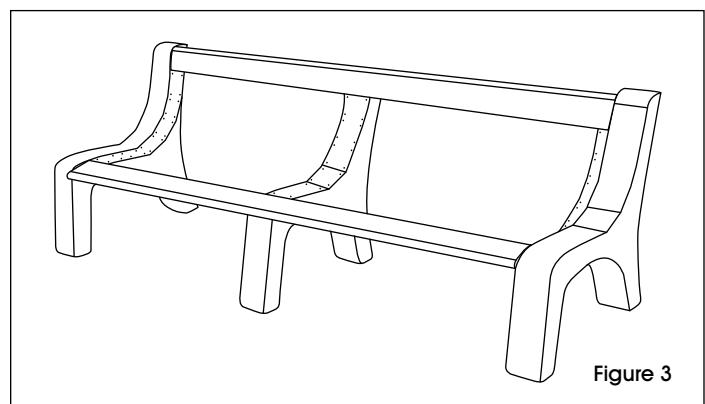

Figure 3
2. Alignez le pied central avec le centre des planches installées. Fixez les planches aux supports centraux, en insérant les vis à tête carrée au niveau des trous prépercés. (Voir Figure 3)